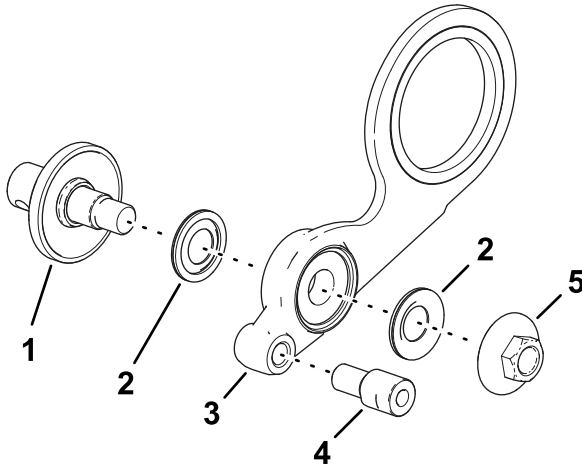
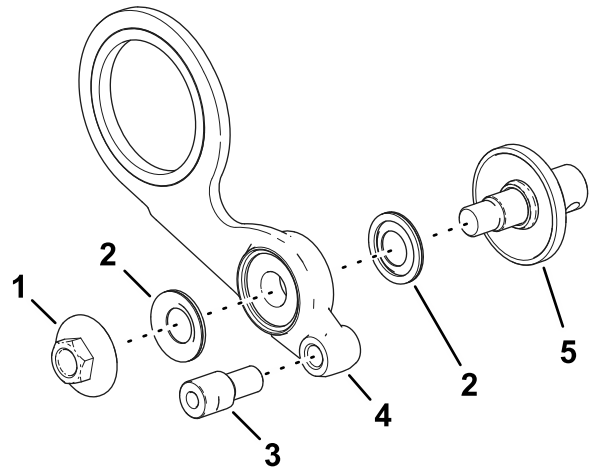

图 15
图 16
1. 将短轴组件、2个轴承挡板和凸缘螺母组装到怠轮总成上如图15所示。
**注意** 如果要在滚刀组的右侧安装怠轮总成请在怠轮总成的对侧组装短轴和凸缘螺母图16。
2. 将调节环组装到怠轮总成的螺纹孔中图15或图16。